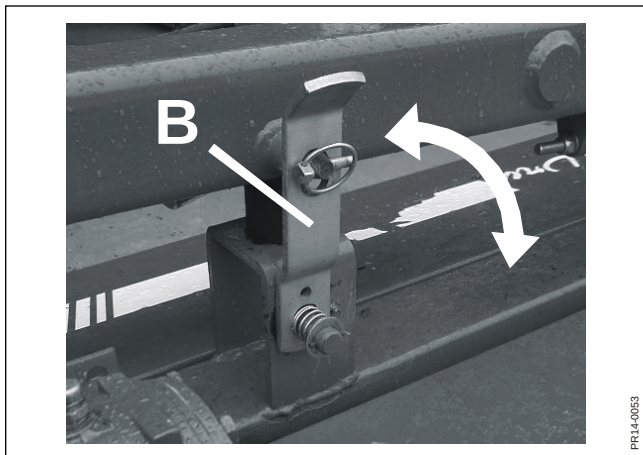

Fig. 3-6
- Fig. 3-6**
- Fig. 3-6** Relever la machine.